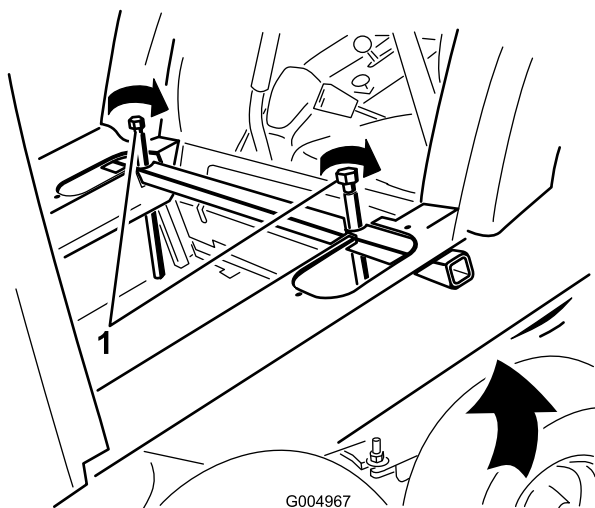

Рисунок 106
**Примечание:** Если задняя часть кабины не поднята на достаточную высоту, чтобы освободить пространство для ручек управления, равномерно затяните подъемные болты с каждой стороны подъемной трубы кабины, чтобы поднять заднюю часть кабины (Рисунок 106).